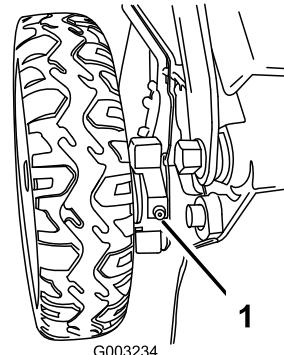

Figure 28
1. Essuyez les graisseurs situés juste à l'intérieur des roues arrière avec un chiffon propre (**Figure 28**).